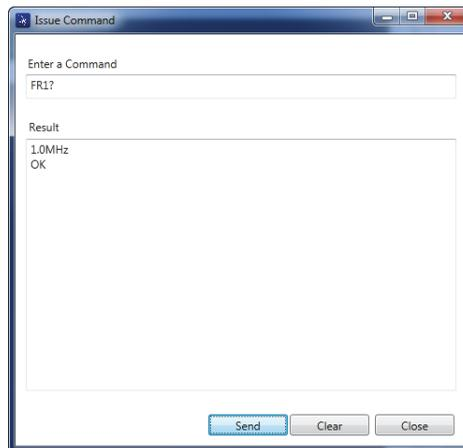

Figura 7-13 Cuadro de diálogo Issue Command
El cuadro de diálogo **Issue Command** se abre. Ver la Figura 7-13 en la página 199.
2. En el cuadro de diálogo **Issue Command**, introduzca un comando. Ver la Figura 7-13 en la página 199.
3. En el cuadro de diálogo **Issue Command**, haga clic en **Send**. Ver la Figura 7-13 en la página 199.